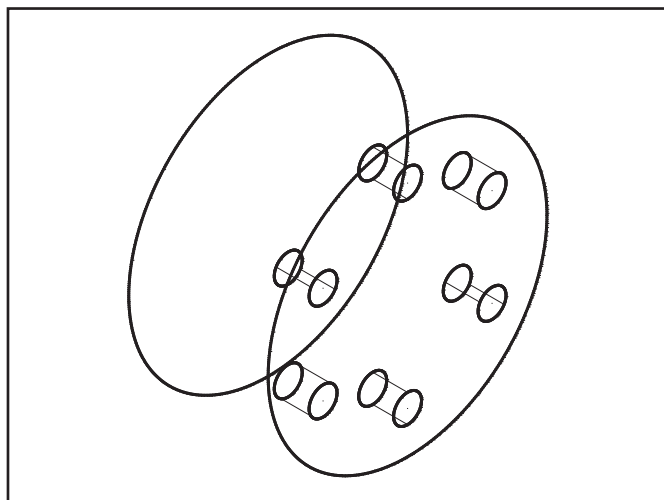

Рис. 3
- обработка торцевого отверстия (рис. 3);